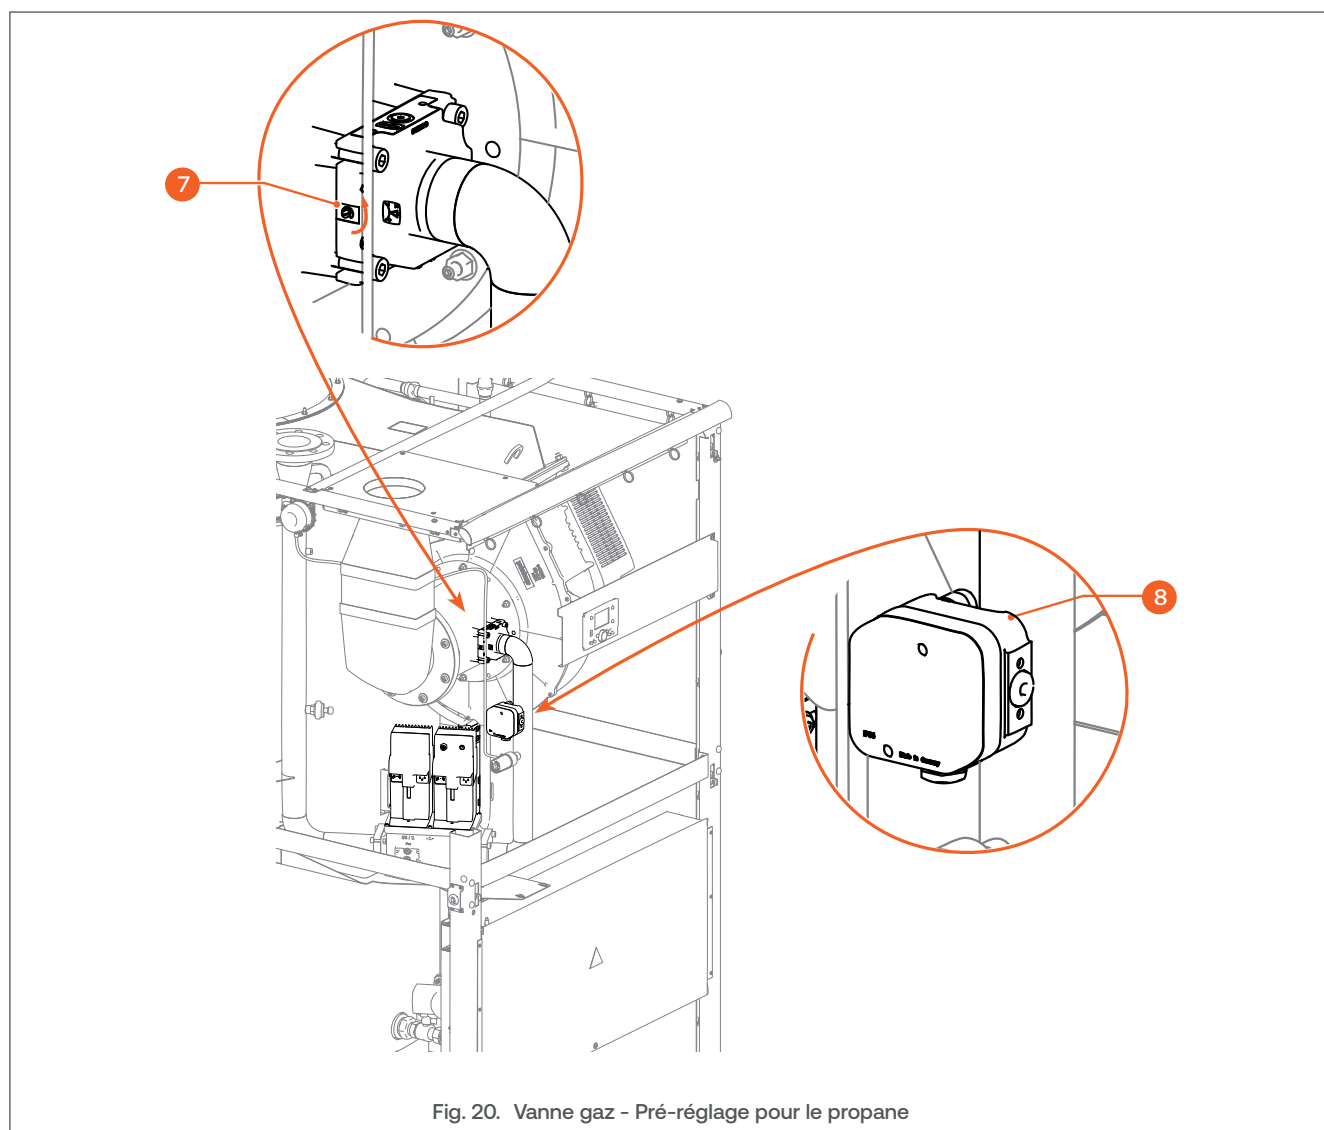

Fig. 20. Vanne gaz - Pré-réglage pour le propane
8. Mettre le mélangeur (3) et ses trois vis de côté pour une utilisation ultérieure éventuelle.
9. Installer la bride extérieure (4) avec un nouveau joint (5) sur la bride du dispositif de mélange air-gaz (6).
11. Emboîter le conduit d'entrée d'air (2) dans son logement.
12. Brancher le flexible APS au conduit d'amenée d'air et le maintenir à l'aide d'une bague de serrage (1).
15. **Conversion au Propane uniquement :** Faire tourner la vis de réglage de la vanne gaz (7) vers le symbole « - » pour réduire l'ouverture (voir la Fig. 20):
16. Sur le commutateur de surpression du gaz (8), vérifier que le réglage est placé sur 0,4 mbar, quel que soit le type de gaz. Ajuster si nécessaire. Consulter "Vérification et réglage du commutateur de surpression du gaz" à la page I-78.